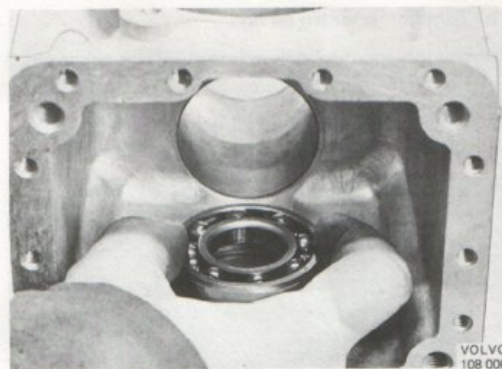

Bild 63. Montering av främre vevaxellager i vevhus
10. Med vevhusets främre gavel vänd neråt förs lagret in genom bottenöppningen och placeras i lagerläget (bild 63). Om det är nödvändigt pressa lätt på lagrets yttering så att det bottenar i lagerläget.